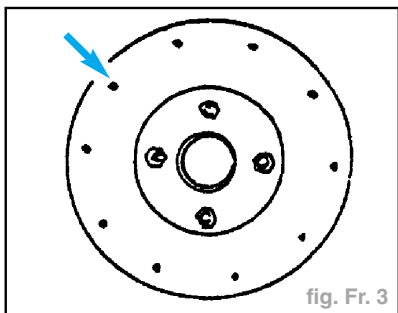

fig. Fr. 3
- Mesurer les points indiqués sur l'illustration à l'aide d'un pied à coulisse (micromètre) (fig. Fr. 3).